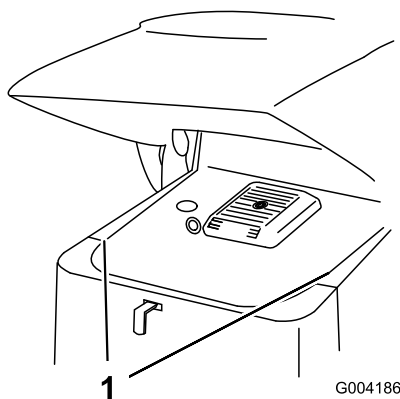

Figure 24
2. Faites coulisser les panneaux latéraux (Figure 24) vers le haut pour les sortir des fentes du panneau avant et du châssis.